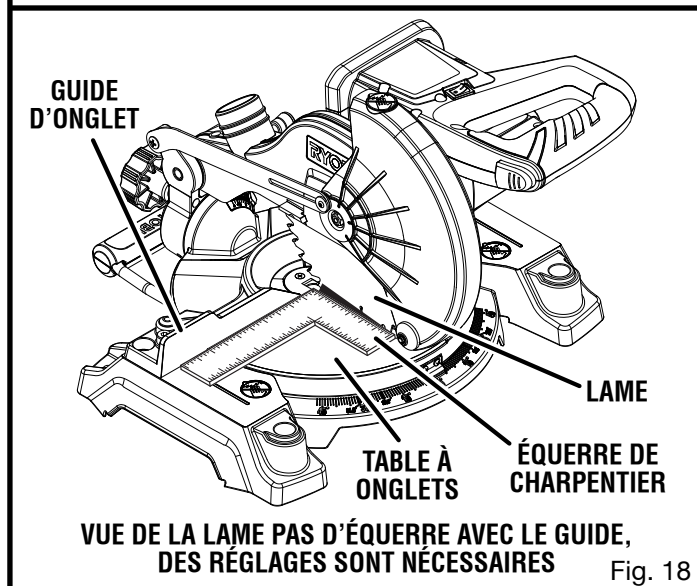

Fig. 18
- Si l'avant ou l'arrière de la lame s'écarte de l'équerre, des réglages, illustrés aux figures 18 et 19, sont nécessaires.